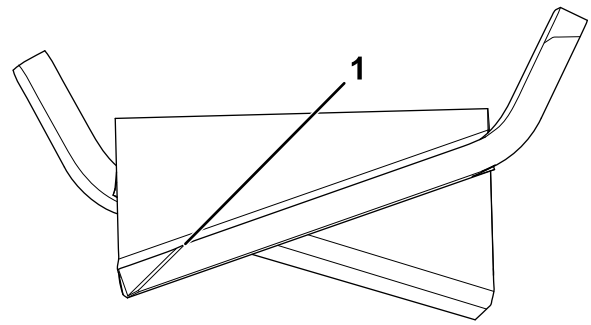

Figura 106
Nota: Se la lama è sbilanciata, limate parte del metallo dall'estremità pesante della lama solo nell'area della costa (Figura 106).
1. Utilizzate una lima o uno strumento di affilatura per affilare il tagliente a entrambe le estremità della lama (Figura 106).